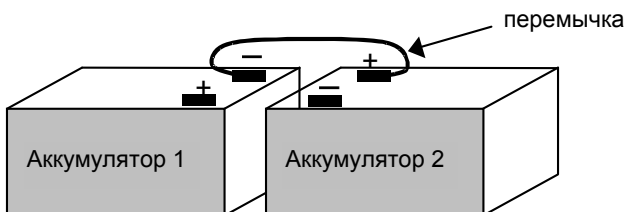

Рис.2
- соединить аккумуляторные батареи последовательно при помощи перемычки, входящей в комплект поставки, как показано на рис.2 (см. приложение);